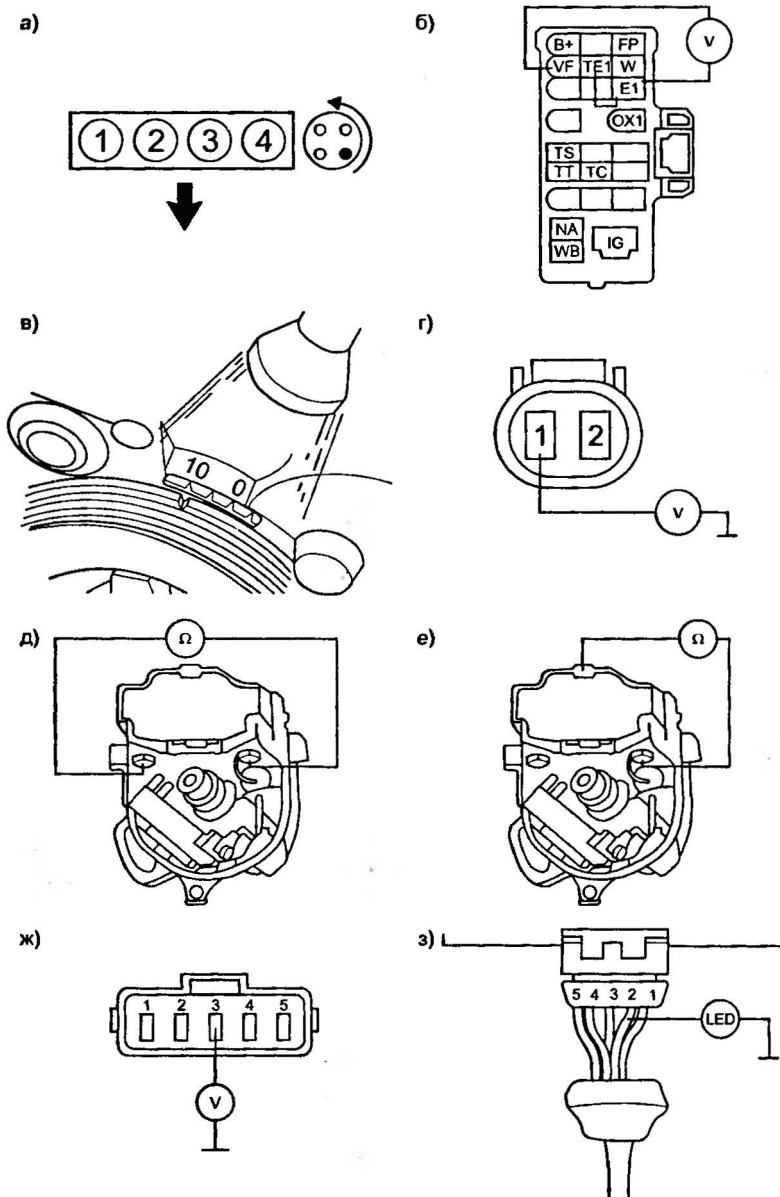

Рис. 2.8.9. Система зажигания
Порядок зажигания — стандартный для 4-цилиндрового двигателя — 1-3-4-2. Маркировка цилиндров и распределителя зажигания показаны на рис. 2.8.9а. В табл. 2.8.9 приведены параметры системы зажигания ЭСУД «Toyota TCCS» для двигателя 3S-FE.
- подключают стробоскоп и соединяют контакты TE1 и E1 разъема DLC (см. рис. 2.8.9б);
- запускают двигатель и на х.х проверяют базовое значение УОЗ (см. рис. 2.8.9в) с помощью стробоскопа;
- отключают 2-х контактный разъем жгута от катушки зажигания (см. рис. 2.8.9г);
- выключают зажигание и измеряют сопротивление первичной обмотки катушки, (рис. 2.8.9д), оно должно составлять 0,36...0,65 Ом;
- измеряют сопротивление вторичной обмотки катушки (рис. 2.8.9е), оно должно составлять 9000...18 100 Ом.
- отключают 5-контактный разъем жгута от усилителя зажигания (см. рис. 2.8.9ж);
- подключают разъемы к катушке зажигания и усилителю и, прокрутив двигатель стартером, проверяют входные (контакты 1 и 2) и выходной (контакт 5) сигналы усилителя зажигания с помощью индикатора LED (рис. 2.8.9з);